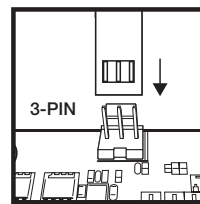

Figure 2
- > Connectez le câble tachymètre de la pompe au cavalier CPU_FAN de votre carte mère (figure 2).